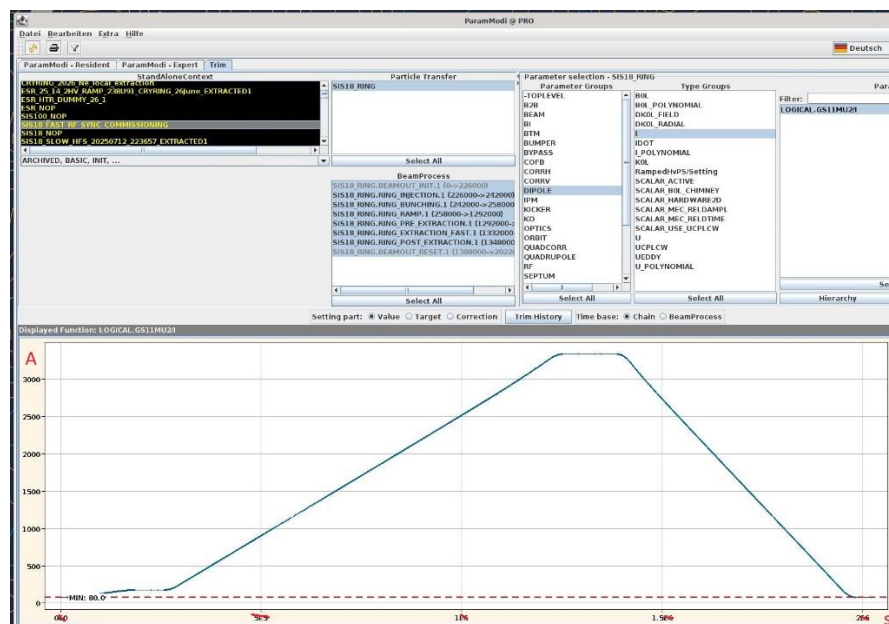

Bild 5: Parametereinheiten 2
- Unterstützt mit technischen Präfixen (Bild 5):